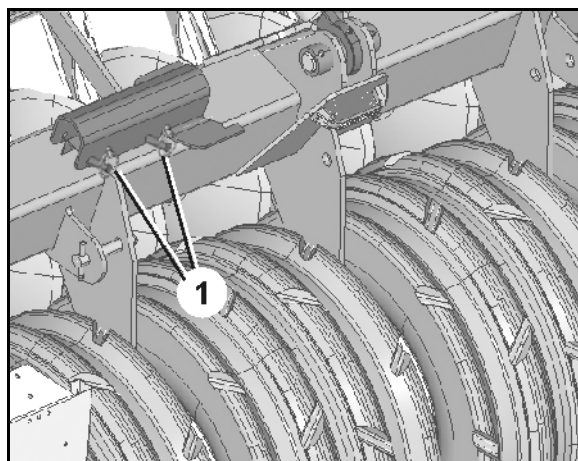

Bild 32
2. Efter arbetet: Demontera körspärren på hydraulcylindern och sätt fast den i parkeringsläge med bultar och låssprint (Bild 32/1).